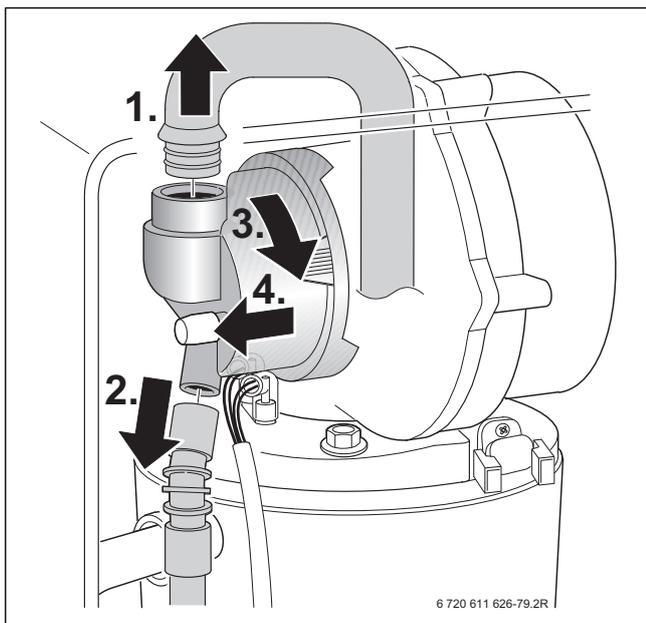
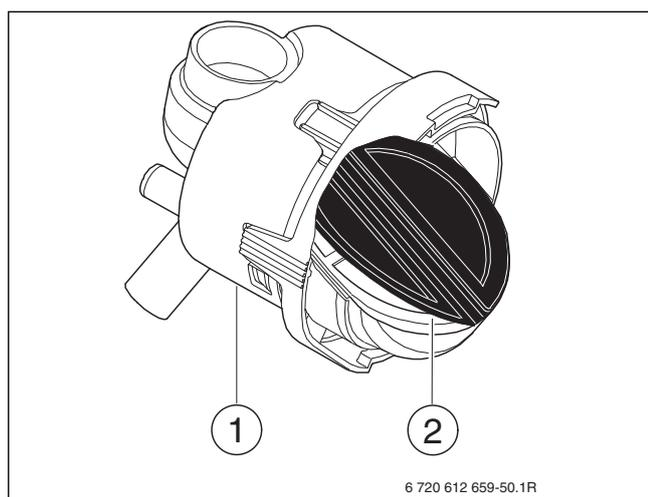

Fig. 67
Fig. 75
- Démontez le tube d'admission d'air et retirez le tuyau à gaz du dispositif de mélange, → figure 67.
- Démontez le mélangeur (fig. 75, [1]) comme indiqué sur la figure 67, pag. 41.